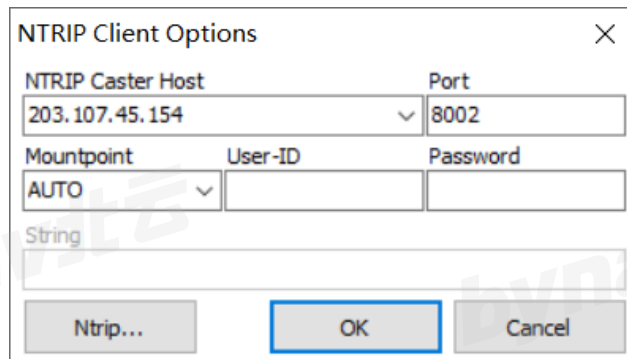

图 7-2 NTRIP Client Option
- 弹出“NTRIP Client Options”对话框，“User-ID”和“Password”处分别填写千寻账号和密码，其余各处按照图 7-2 填写，然后点击“OK”按钮，完成填写。